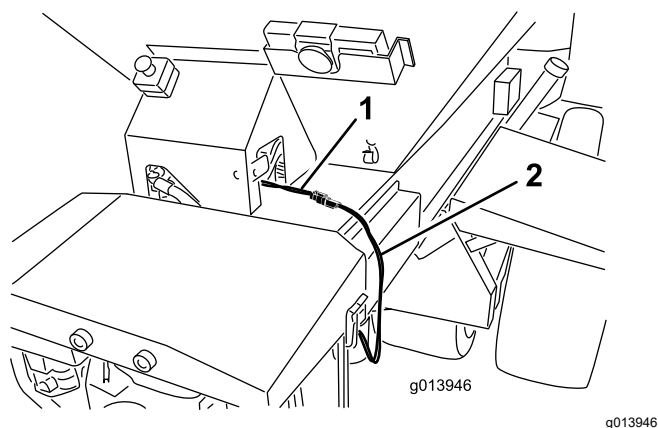
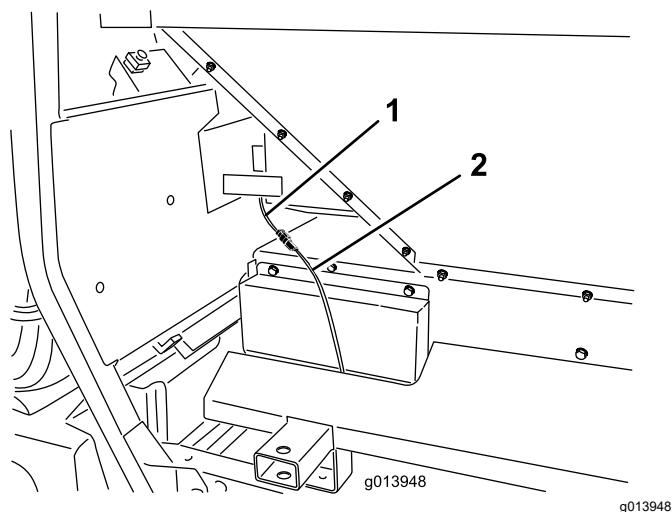

図 18
図 19
3. 中間ワイヤハーネスを、機体の電源ワイヤハーネスのコネクタに接続する 図 18 または 図 19。